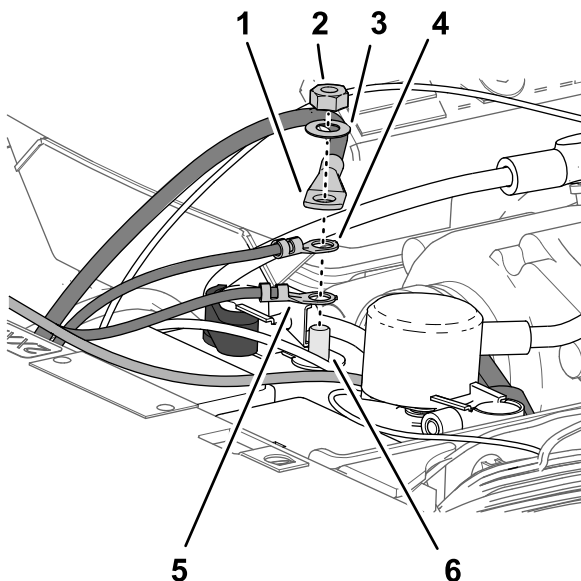

Figura 214
5. Monte os seguintes terminais do fio e cabo nos postes roscados do terminal negativo da bateria (Figura 214) na ordem seguinte: